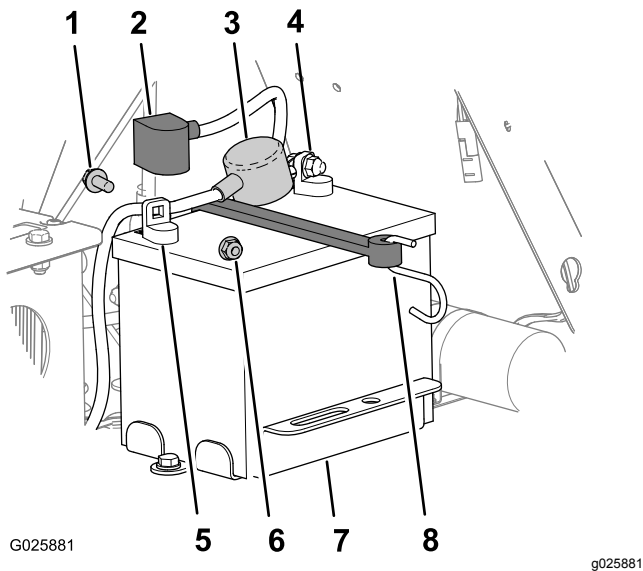

Figure 47
3. Sur la batterie, soulevez le capuchon noir du câble négatif (Figure 47).
- Débranchez le câble négatif de la borne négative (-) de la batterie et retirez le câble de la batterie (Figure 47).
- Enlevez le capuchon rouge de la borne positive de la batterie (Figure 47).
- Débranchez et retirez le câble positif (rouge) de la batterie (Figure 47).
- Détachez le crochet de la barrette du support de la batterie (Figure 47), et déposez la batterie.
- Placez la batterie sur la machine (Figure 47).
- Reliez le câble positif (rouge) à la borne positive (+) de la batterie au moyen d'un boulon à embase et d'un écrou à embase (Figure 47).
- Reliez le câble négatif et le câble de masse à la borne négative (-) de la batterie avec un boulon à embase et un écrou à embase (Figure 47).